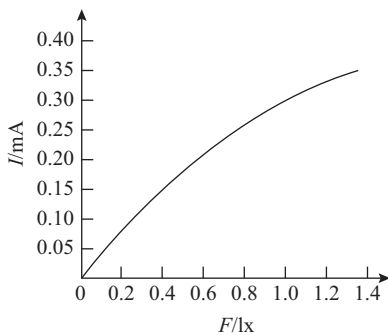

图 1-12 硫化镉光敏电阻的光照特性
(1) 硫化镉光敏电阻的光照特性。光敏电阻的光照特性描述的是光电流和光照强度之间的关系。不同材料光照特性是不同的,绝大多数光敏电阻的光照特性是非线性的。图 1-12 为硫化镉光敏电阻的光照特性。